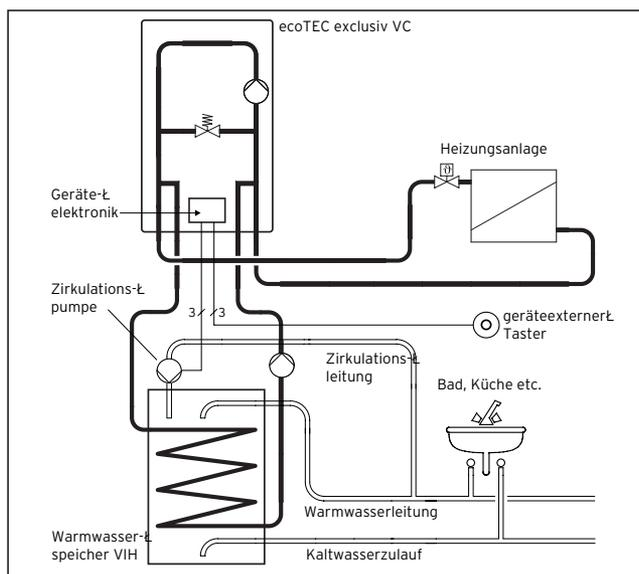
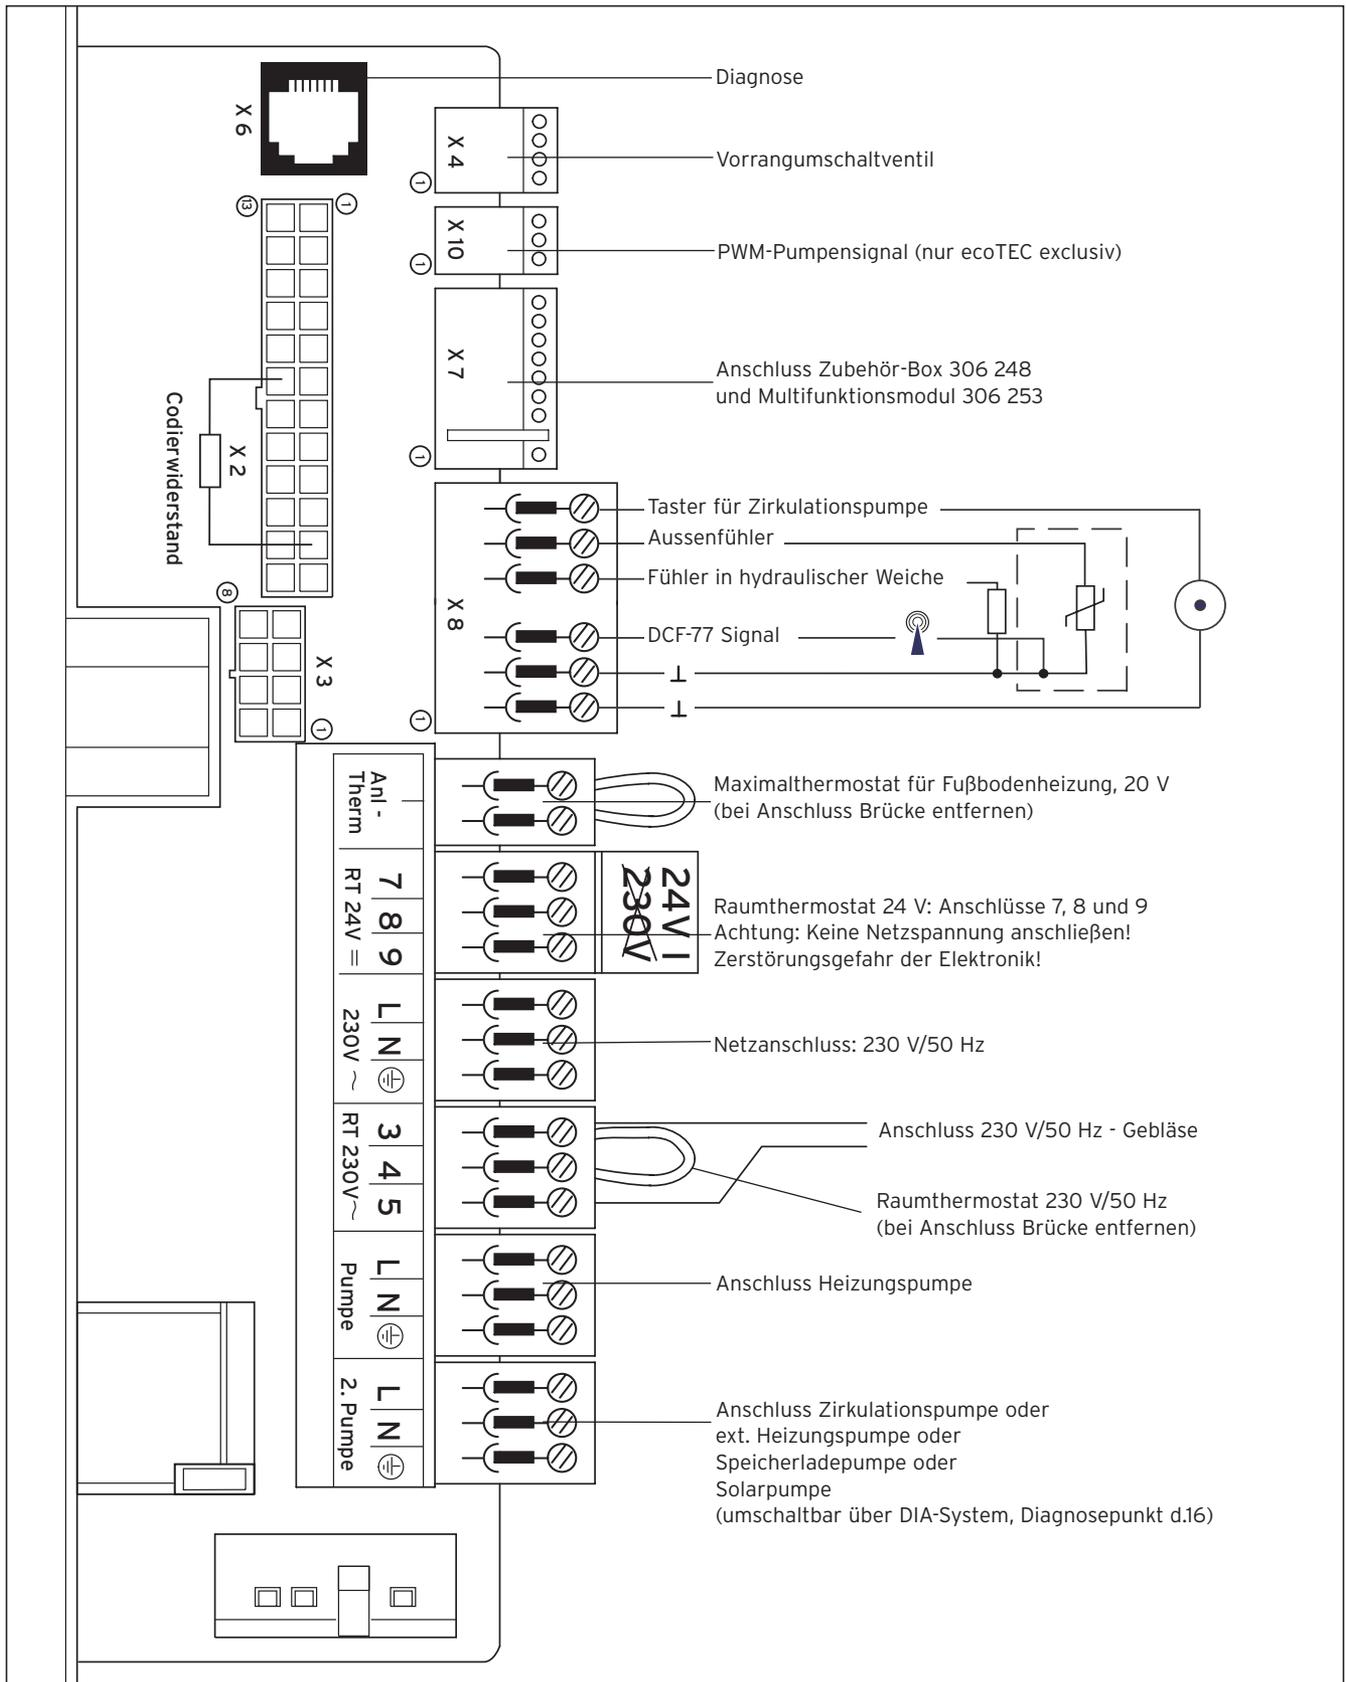

Abb. 4.18 Bedarfsabhängige Ansteuerung einer Zirkulationspumpe
Abb. 4.19 Anschlussplan ecoTEC exclusiv VC
- Schließen Sie die Anschlusskabel entsprechend Abb. 4.19/4.20 an die entsprechenden ProE-Stecker bzw. Steckplätze der Elektronik an.
- Schließen Sie die Anschlusskabel entsprechend Abb. 4.19/4.20 an die ProE-Stecker bzw. Steckplätze der Elektronik an.
Die Elektronik des ecoTEC VC 466/2-E bietet die Möglichkeit, die Zirkulationspumpe eines Warmwasserspeichers bedarfsgerecht (ähnlich wie ein Treppenlichtautomat) anzusteuern (s. Abb. 4.18). Die Ansteuerung erfolgt über einen bauseits zu stellenden, geräteexternen Taster, der an einer beliebigen Stelle in der Wohnung, z. B. Bad oder Küche) installiert sein kann. Der Taster wird an Klemmen X8/1 und X8/6 der Elektronik des ecoTEC VC 466/2-E angeschlossen (s. Abb. 4.19/4.20). Bei Betätigung des Tasters wird die Zirkulationspumpe in Betrieb genommen. Nach Ablauf von 5 Minuten wird die Pumpe wieder abgeschaltet. Es können mehrere Taster parallel geschaltet werden. Unabhängig von der externen Ansteuerung der Zirkulationspumpe ist die Funktion „Ansteuerung durch programmierbare Zeitfenster“ durch einen Regler weiterhin möglich.
- Schließen Sie die Solarpumpe entsprechend Abb. 4.19/4.20 an den entsprechenden ProE-Stecker bzw. der Elektronik an.
- Schließen Sie den Kollektorfühler (Art.-Nr. 25 35 30) an das entsprechende Anschlusskabel der Geräteelektronik an (s. Abb. 4.19/4.20). Die Brücke an der Lüsterklemme ist zu entfernen.
- Schließen Sie den unteren Solarspeicherfühler (Art.-Nr. 71 14 13) an das entsprechende Anschlusskabel der Geräteelektronik an (s. Abb. 4.19/4.20).